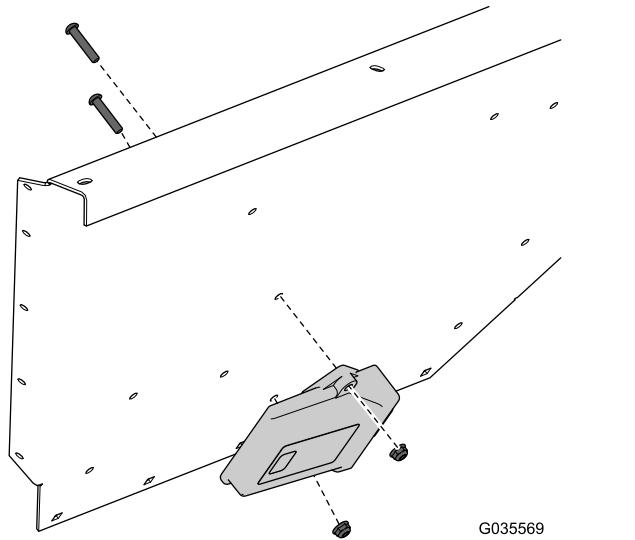

Рисунок 3
- Снимите базовый модуль беспроводного дистанционного управления с ограждения крыла (Рисунок 3).